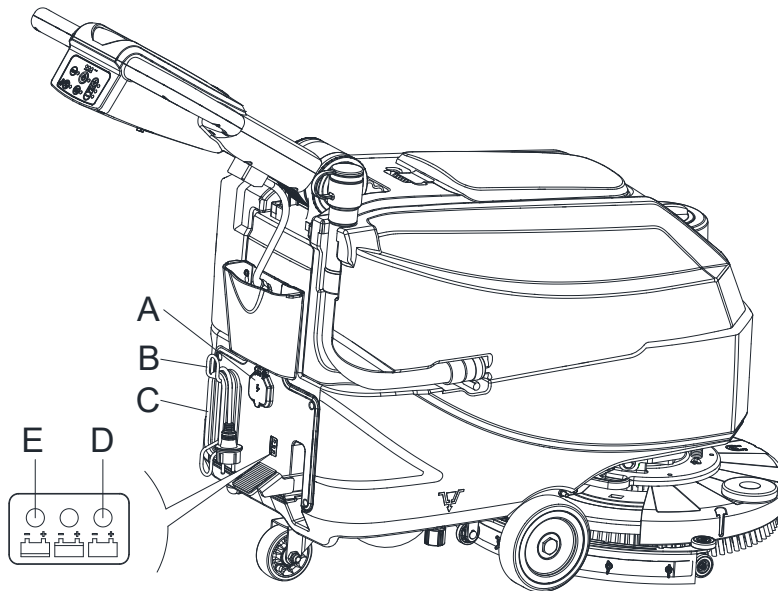

Figura 13
9. Conecte el cable del cargador de la batería (C, Figura 13) en la red eléctrica (A), la frecuencia y la tensión eléctrica deben ser compatibles con los valores del cargador de baterías de la placa que indica el número de serie de la máquina (41, Figura 2). Cuando el cargador de baterías está conectado a la red eléctrica, todas las funciones de la máquina se paran automáticamente. Si la luz de advertencia roja (E) en el panel de control del cargador de baterías sigue encendida, el cargador de baterías está cargando las baterías.
10. Si la luz verde de advertencia (D) se enciende, significa que se ha completado la carga de la batería.
11. Una vez realizada la carga completa de la batería, desconecte el cable del cargador de la batería (C) de la red eléctrica (A) y enróllelo alrededor de su alojamiento (B).